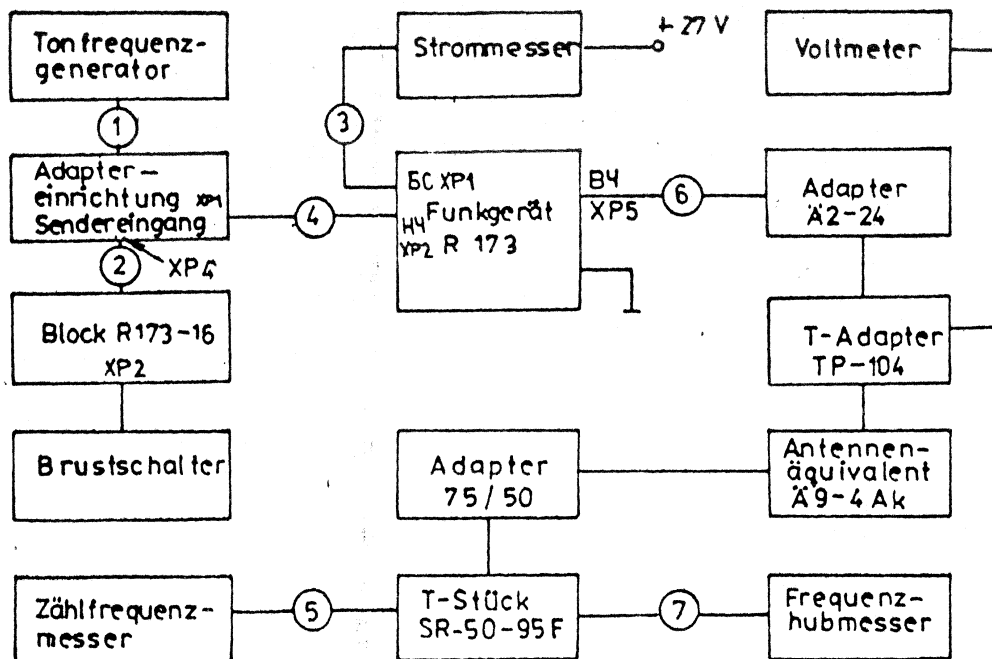

Bild 27 Meßschaltung zum Messen der Normwerte des Senders
2. Meßschaltung zum Messen der Normwerte des Senders gemäß Bild 27 aufbauen.
Das Messen unter Verwendung der Meßschaltung (Bild 27) ist wie folgt durchzuführen:
Das Messen ist unter Verwendung der Meßschaltung (Bild 27) wie folgt durchzuführen: